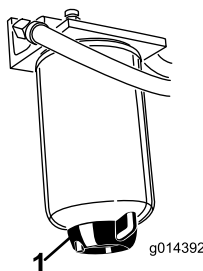

Figure 38
Vidangez chaque jour l'eau ou autres impuretés qui se trouvent dans le séparateur d'eau (Figure 38).
2. Dévissez le bouchon de vidange au bas de la cartouche du filtre (Figure 38).